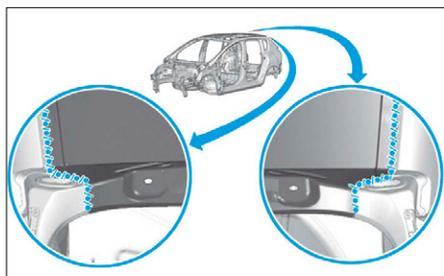
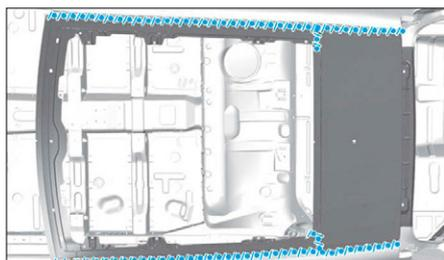

FIG. 136
FIG. 137
- une couche d'impression phosphatante sur les zones mises à nu (Fig.136) et (Fig.137),